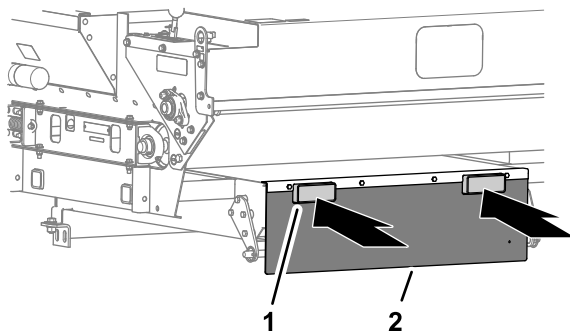

Figure 8
- Si vous levez le topdresser avec un chariot à fourches, insérez les fourches dans les tubes de levage (Figure 8) sur le volet arrière.